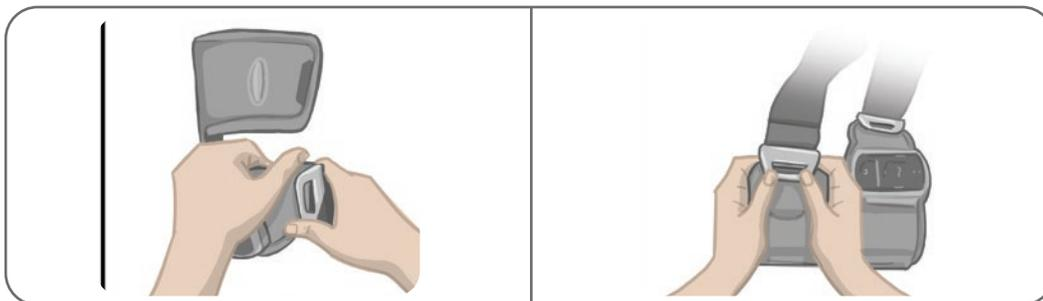

Abbildung 11-12: Abnehmen der Oberschenkelgurte
1. Drücken Sie die Gurtschnalle mit einer drehenden Bewegung zur Oberschenkelmanschette. Siehe Abbildung 11-12.